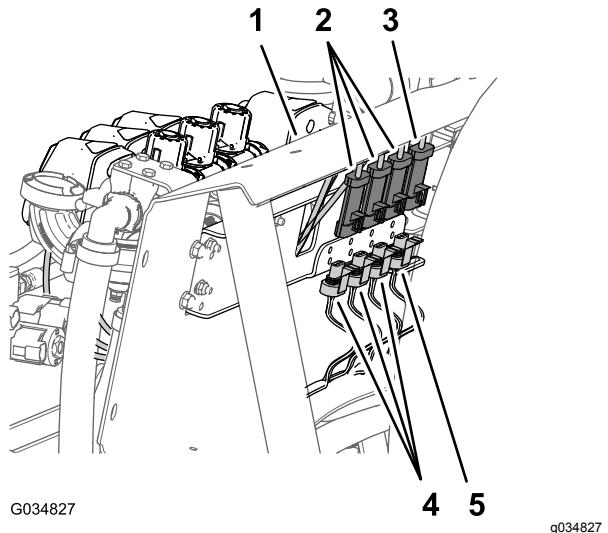

図 23
2. マニホールドマウント後部で、攪拌バルブから3ソケットコネクタを外し、ブームバルブ全部で3つから、それぞれ3ソケットコネクタを外す図 23。